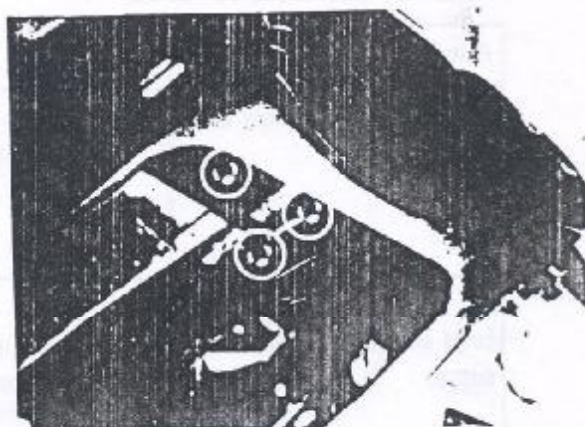

Figura 4.19.2 - Fixação do conjunto dos rolamentos.
2. Remover as porcas e arruelas de fixação do conjunto dos rolamentos da coluna ao suporte da coluna, e remover o conjunto (Figura 4.19.2).